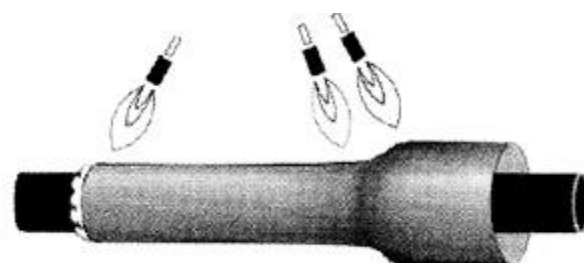

Рисунок 4
- усаживать трубу в направлении от середины к её концам (Рис. 4). Трубку нужно нагревать равномерно, всё время передвигая источник тепла по её поверхности, чтобы не допустить местных перегревов, а значит, и повреждений ТТУ;